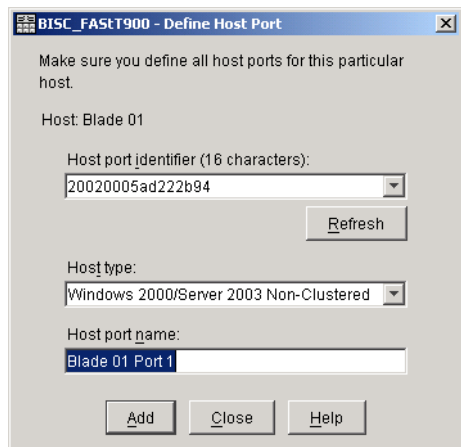

図 7-58 ホスト・ポートの定義
15. ポートの World Wide Name を識別する（110 ページの図 7-58）。
16. アレイに対するマッピングを定義するために、「Undefined Mappings」の下で LUN を強調表示し、「Mappings」→「Define」→「Additional Mapping」を選択する（図 7-58）。